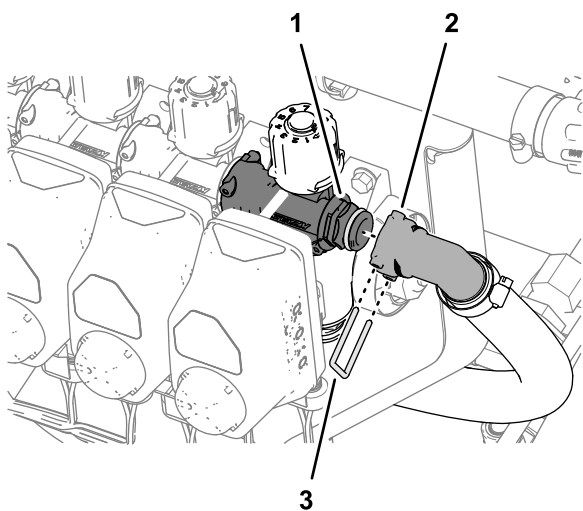

Figura 112
2. Conecte el acoplamiento rápido de la manguera de desvío al acoplamiento rápido de la válvula de desvío de la válvula de boquilla 10 (Figura 112).
3. Sujete los acoplamientos rápidos de la manguera de desvío y la válvula de desvío con la horquilla de retención (Figura 112).